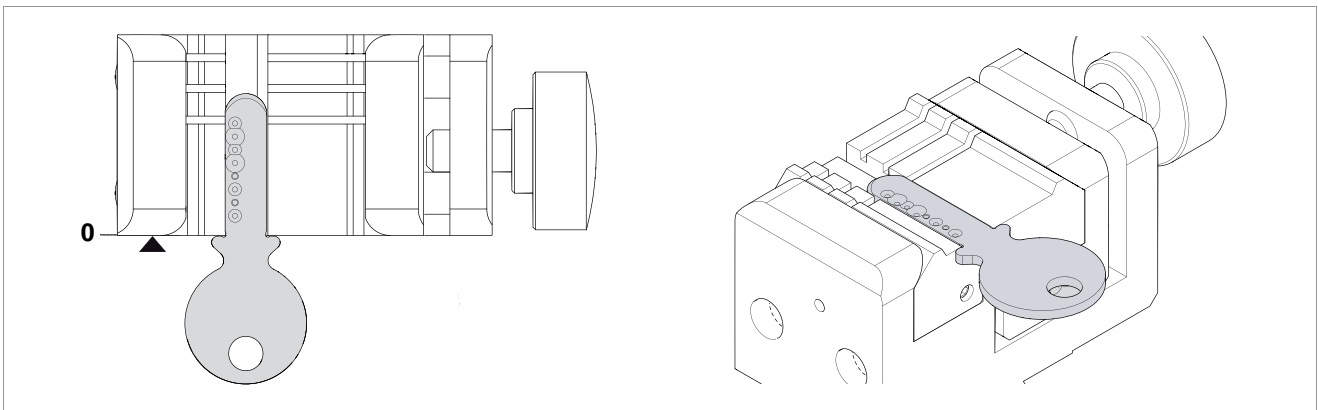
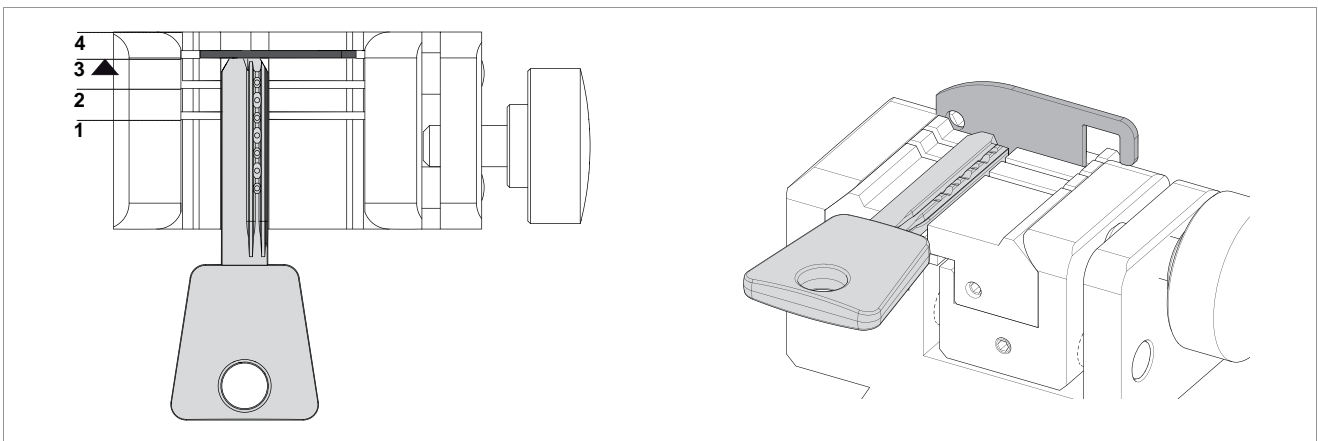

Fig. 44 - AANSLAG KOPZIJDE
Fig. 45 - AANSLAG PUNTZIJDE
- voorziene spanbekaanslag (Fig. 44 en Fig. 45)
Het eerste type (met aanslag) moet worden gepositioneerd tegen de klauwplaten (aanslag "0") (Fig. 44) terwijl het andere type (aanslag op puntzijde) moet worden gepositioneerd met de referentie ter hoogte van één van groeven (1-2-3-4), volgens de instructies van het Silca-programma op de tablet. Gebruik voor deze bewerking het bijgeleverde plaatje (Fig. 45).